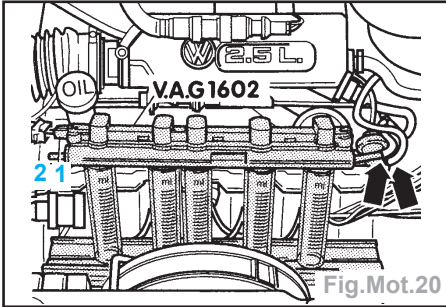

Fig.Mot.20
- Brancher les conduites d'alimentation et de retour sur le répartiteur de carburant (flèches) (les prolonger si nécessaire par des flexibles auxiliaires) (Fig.Mot.20).
- Introduire les injecteurs dans le dispositif de mesure **V.A.G 1602** (Fig.Mot.20).